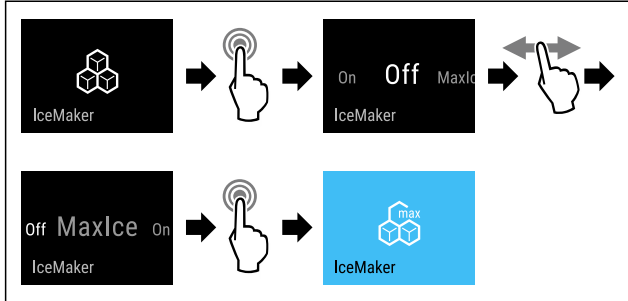

Fig. 17
- ▶ Провести етапи операцій (див. Fig. 17).